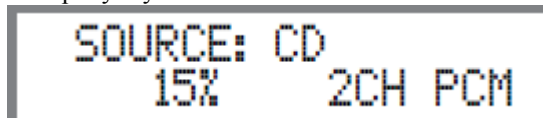

Рисунок 74
2. Нажмите кнопку TRIM LEVEL +/- для отключения подсветки измерителя. Рисунок 74.